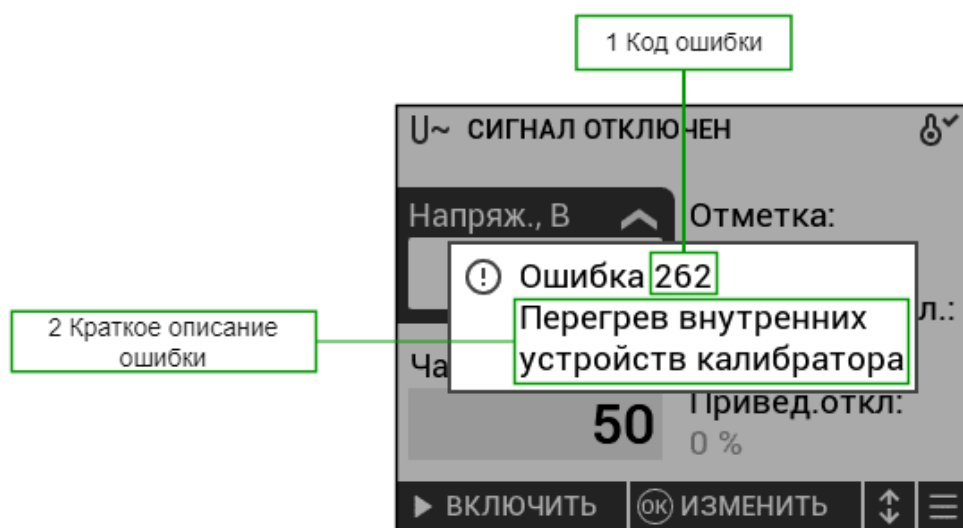

Рисунок 14 – Ошибка
2.15.1 Когда возникает какая-либо ошибка в работе калибратора, воспроизведение сигнала автоматически отключается, а звуковой сигнализатор прибора выдает звуковой сигнал и на дисплее выводится ошибка с кратким описанием (рисунок 14).